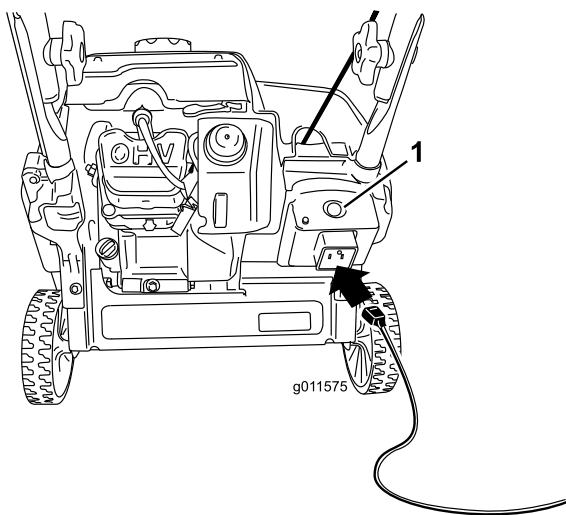
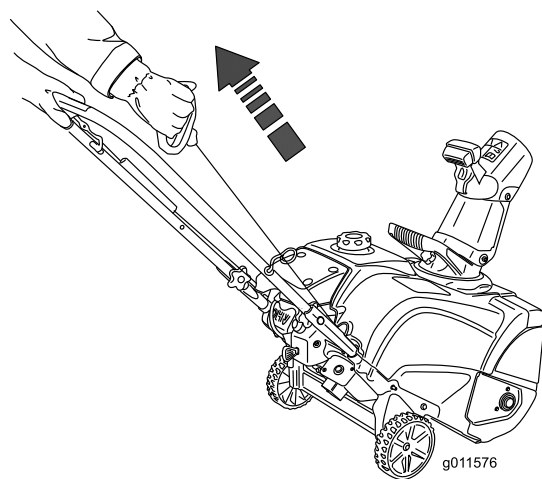

Bild 18
Bild 19
4. Stecken Sie ein Verlängerungskabel in eine Steckdose und in die Maschine und drücken Sie die Elektrostartertaste ((Bild 18) oder ziehen Sie am Rücklaufstartergriff (Bild 19).